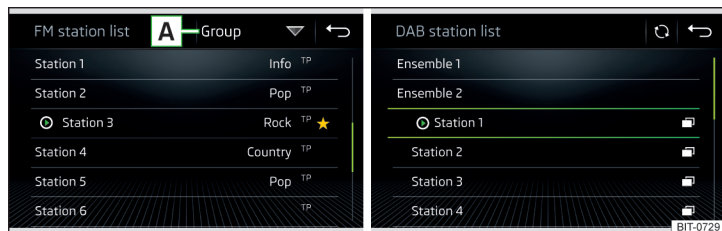

Abb. 130 Beispiel der Liste verfügbarer FM/DAB-Sender
- Zur **Sortierung** (FM) der Sender in alphabetischer Reihenfolge, laut Gruppe oder Genre, die Funktionsfläche [A] » Abb. 130 antippen » [!].
- Zur **Filterung** der Sender nach dem Programmtyp (bspw. Kultur, Musik, Sport u. Ä.) in der FM-Senderliste (bei eingeschalteter RDS-Funktion) und der DAB-Senderliste (bei gewählter alphabetischer Sortierung der Senderliste) die Funktionsfläche [A] » Abb. 130 antippen.
Im Rundfunkbereich **AM** und **DAB** erfolgt die Aktualisierung manuell durch Drücken der Funktionstaste ⏪ » Abb. 130.